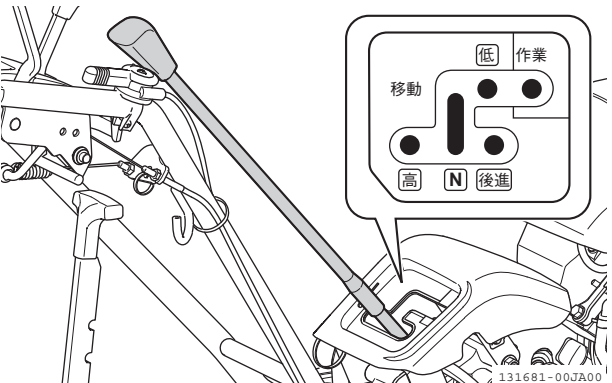

図 2-26 変速レバー
2. 変速レバーを希望の変速位置に入れます。（図 2-26）